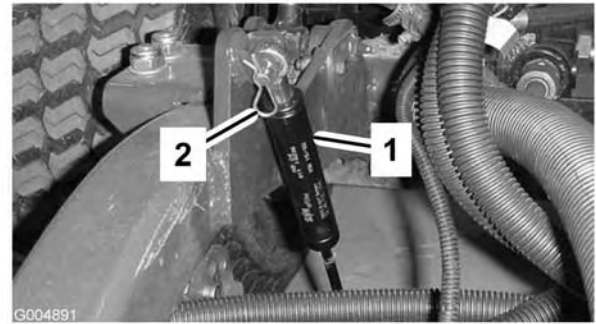

Figura 80
2. Retire el pasador de horquilla que fija los amortiguadores a los brazos de elevación (Figura 80). Gire el amortiguador hacia la carcasa de la plataforma.